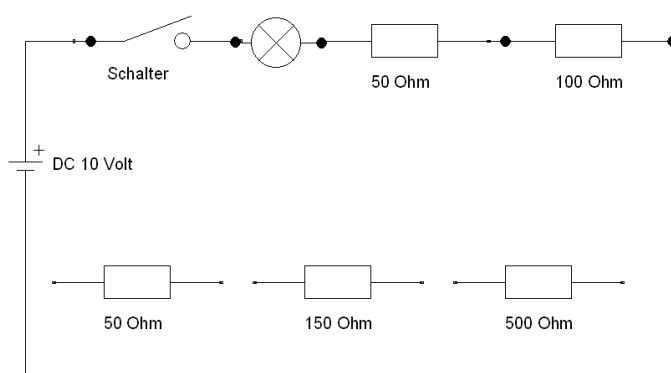

Abbildung 4.11: Aufbau zur Kirchhoffschen Maschenregel.
- Bauen Sie die Schaltung in Abbildung 4.11 auf. Die Widerstände mit $50\ \Omega$ und $100\ \Omega$ sind damit **in Reihe geschaltet**.